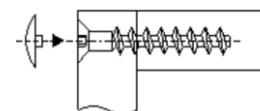

Рис.3 Схема установки евровинта
1. Соединить стенку вертикальную поз.1 с планкой поз.2 евровинтами (рис.3).